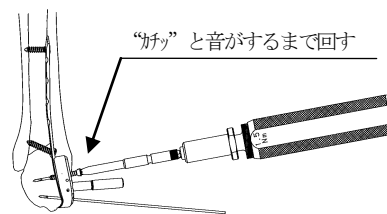

図18
- 18) ヘクスローブ15 中空パワーピンドライバーの後端にトルクリミッター付きハンドル1.5 を接続し、1.3 ガイドピンを介して、軸芯を傾けないよう選択した長さの3.0 ロックングスクリュー (T) (中空) を挿入します。(図18) プレートとスクリューのロックングは、トルクリミッター付きハンドルを右回転させ、最後に“カチッ”と空転するところまで行います。挿入時、軸芯が傾いていたりすると、プレートとスクリューのロックングが不完全な状態でトルクリミッターが働くことがあります。必ず、プレートとスクリューのロックングが完全に行われたことを、数回用手的に締め付けることにより確認して下さい。